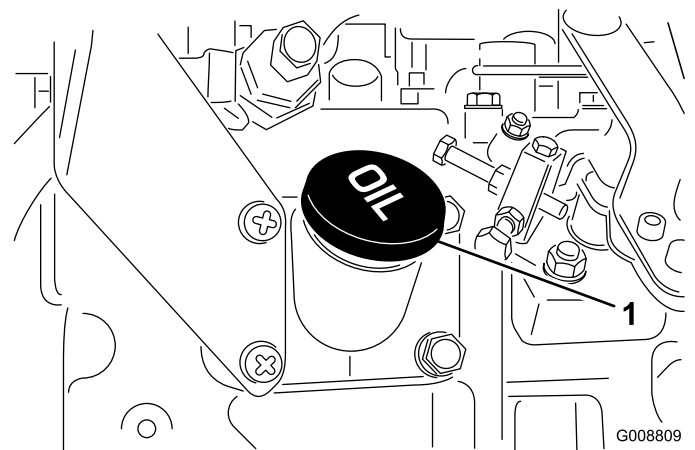

Figura 10
4. Si el nivel de aceite está por debajo del intervalo seguro, retire el tapón de llenado (Figura 10) y añada aceite hasta que el nivel llegue a la marca LLENO. **No llene demasiado.**